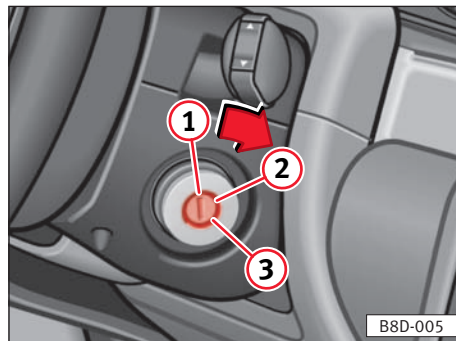

Fig. 146
- Girar la llave hasta la posición ② ⇒ fig. 146 de la cerradura de dirección y arranque ⇒ capítulo “Cerradura de encendido”; se enciende el testigo. Se apagará al alcanzar la temperatura de encendido.